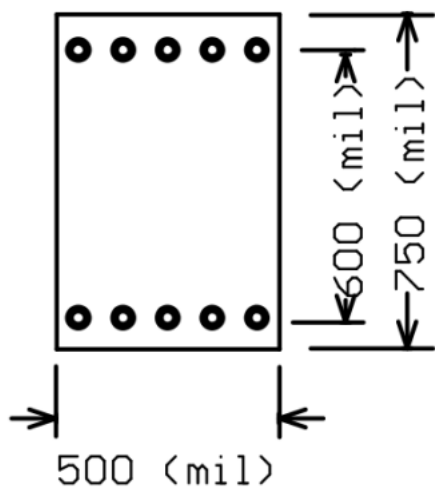

图7
(1) 元件 DSI 的封装外形尺寸如图 7 所示, 它的焊盘直径为 75mil, 焊盘孔径为 35mil, 焊盘间距为 100mil。(1 分)